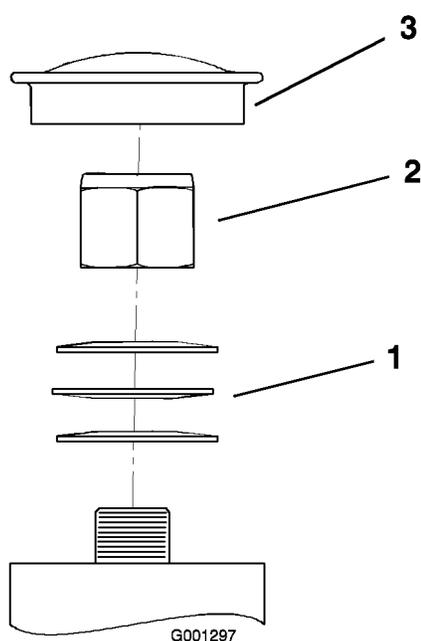

Figure 56
3. Retirez le capuchon anti-poussière de la roue pivotante et serrez le contre-écrou (Figure 56).
4. Continuez de le serrer jusqu'à ce que les rondelles élastiques soient aplaties, puis desserrez-le de 1/4 de tour pour obtenir la précharge correcte des roulements (Figure 56).
Important: Veillez à placer les rondelles comme illustré (Figure 56).
5. Remettez le capuchon anti-poussière en place (Figure 56).